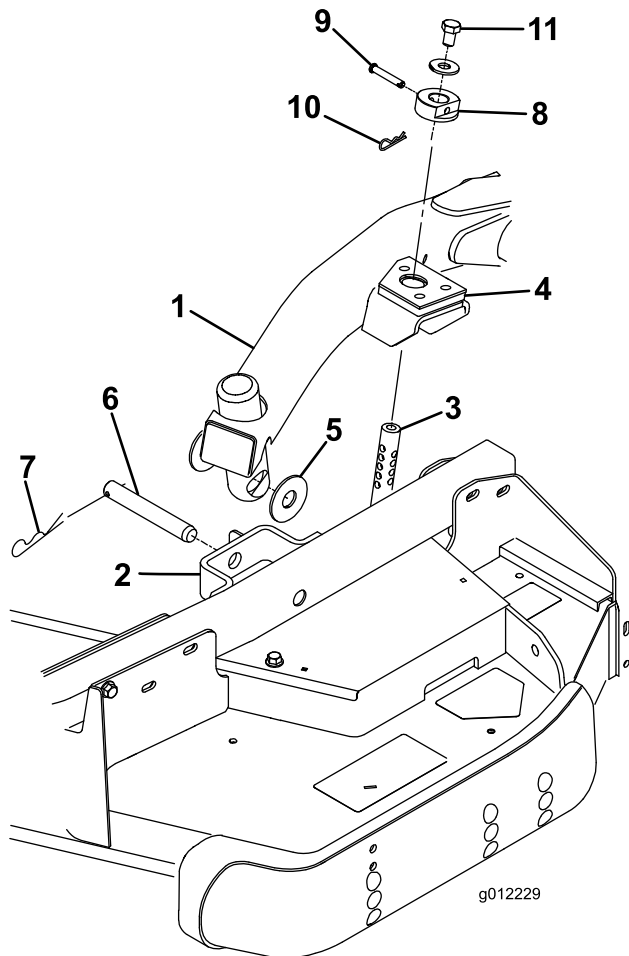

図 28
4. 昇降レバーをフロート位置とする。昇降アームを押し下げて、昇降アームについている穴とキャスト・アーム・ブラケットについている穴を整列させ、昇降アームのパッドに刈高ロッドを挿入できるようにする (図 28)
5. スラスト・ワッシャ 2 枚、クレビス・ピン、ヘアピン・コッターを使って、昇降アームをキャスト・アームに固定する。スラスト・ワッシャは昇降アームとキャスト・アーム・ブラケットの間に入れる (図 28) コッター・ピンを、キャスト・アーム・タブのスロットに差し込んで固定する。
9. 刈高ロッドに刈高カラーを取り付け、クレビス・ピンとヘアピン・コッターで固定する (図 28) クレビス・ピンの頭をデッキの前面に向けておく。
10. 各刈高ロッドの上部に 1/2 x 3/4" ボルトとワッシャを取り付ける (図 28)。